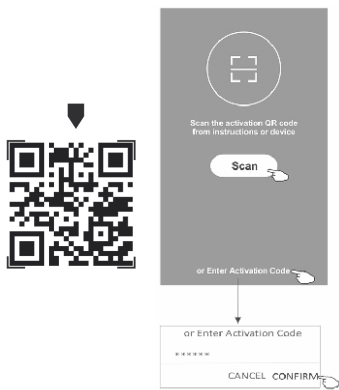

Рис. 7.
1. Отсканируйте QR-код или введите код Ballu (рис. 7).